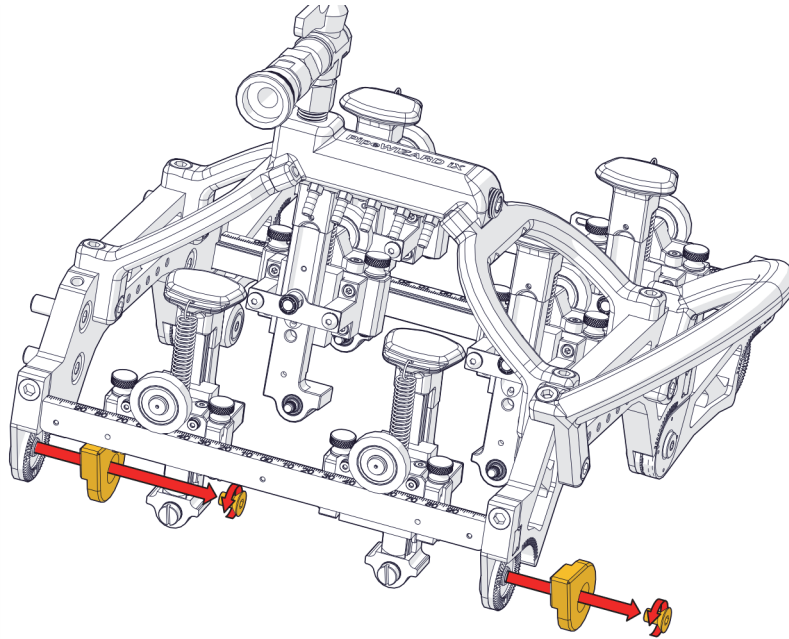

Figura 1-48 Extracción de cubiertas protectoras
1. Retire las dos cubiertas protectoras con un des[a]tornillador hexagonal de 6 mm (ver Figura 1-48 en la página 62).